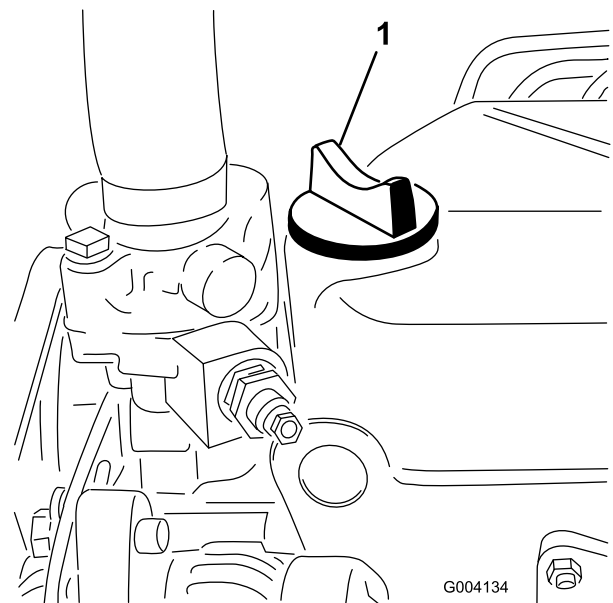

Figure 33
5. Si le niveau n'atteint pas le repère du plein, enlevez le bouchon de remplissage (Figure 33) et faites l'appoint jusqu'à ce que le niveau correct soit atteint.